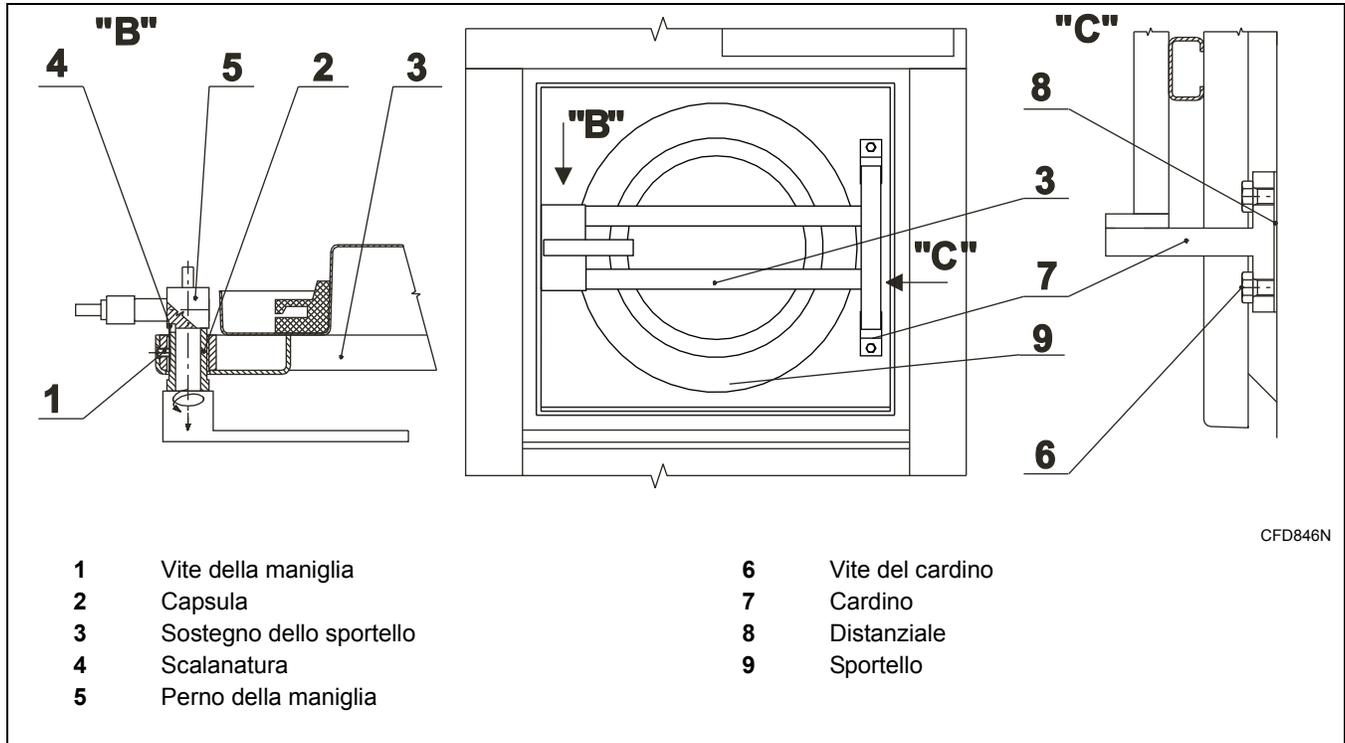
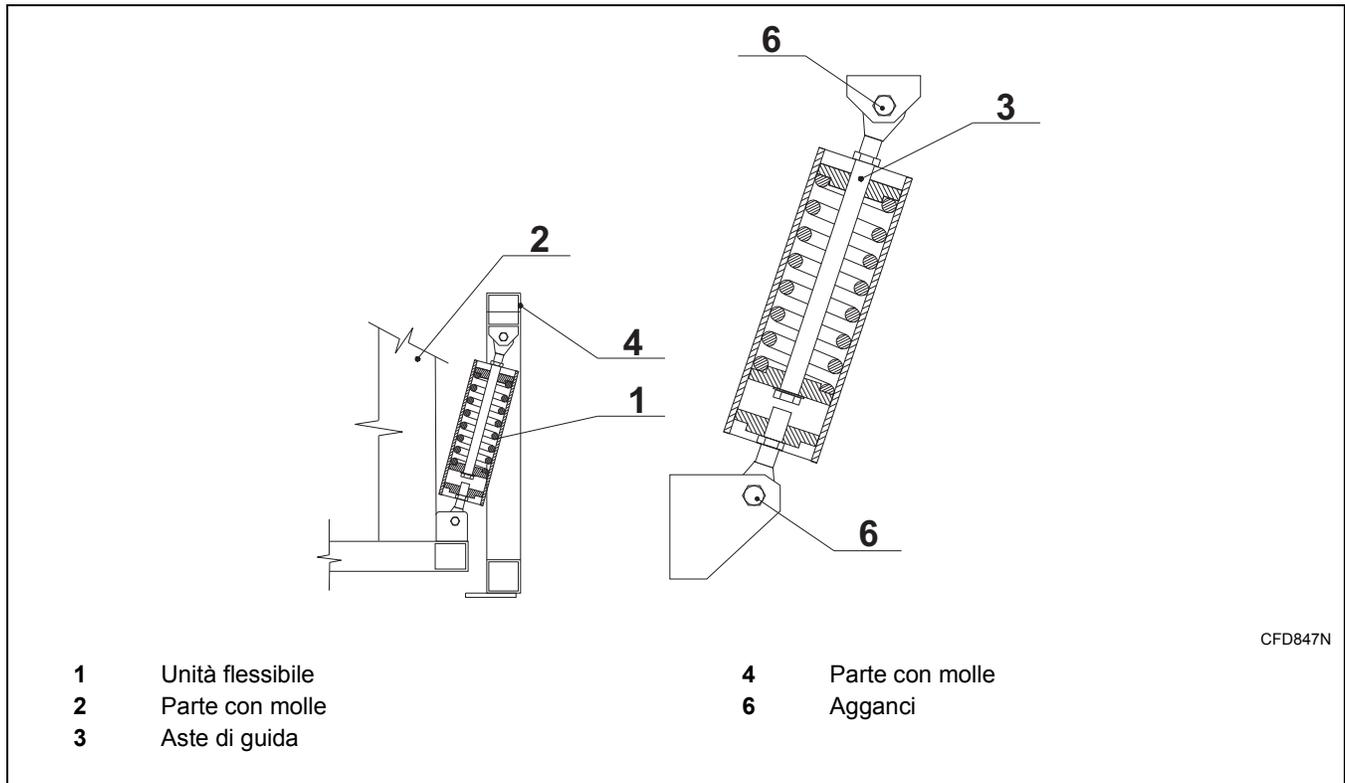

Figura 22
Figura 23
Una volta ogni sei mesi oppure secondo le necessità dovete lubrificare gli occhi di sospensione delle molle (Figura 23, pos.6), le barre di guida delle molle (Figura 23, pos.3), la guaina della maniglia della porta (Figura 22, pos.2) e le guaine delle cerniere della porta (Figura 22, pos.7). I cuscinetti del motore di trazione della macchina non richiedono nessuna manutenzione. Non lubrificarli. La carica di trazione della macchina non richiedono nessuna manutenzione.
1. Svitare a metà la vite (Figura 22, dettaglio „B“, pos. 1), che fissa la capsula (2) di maniglia di sportello.
2. Svitare la capsula (2) del sostegno dello sportello (3) sempre del tutto il giro così, che la scanalatura nella parte filettata della capsula (2) si trovi sotto la vite (1).
3. Per facilitare la rotazione con la capsula (2), usare le scanalature (4) tra la capsula (2) e il perno della maniglia (5), nelle quale inserire un'oggetto a cilindro (vite o simile). Girando con la maniglia gira nello stesso tempo anche la capsula (2).
4. Dopo la regolazione della pressione di guarnizione, avvitare la vite (1) nella scanalatura nella parte filettata della capsula (2).